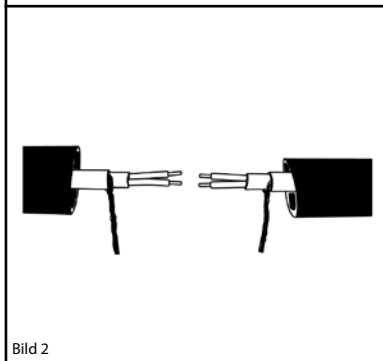

Bild 2
- 5 mm des Heizleiters um 180° biegen (Bild 2)
- Isolierung der Kupferleiter 5 mm entfernen (Bild 2)
Schieben Sie den 90 mm langen Schrumpfschlauch über die DTCE Heizleitung. Der 140 mm lange Schrumpfschlauch ist über das andere Ende des Heizleiters bzw. über den Kaltleiter zu schieben. (Bild 2)